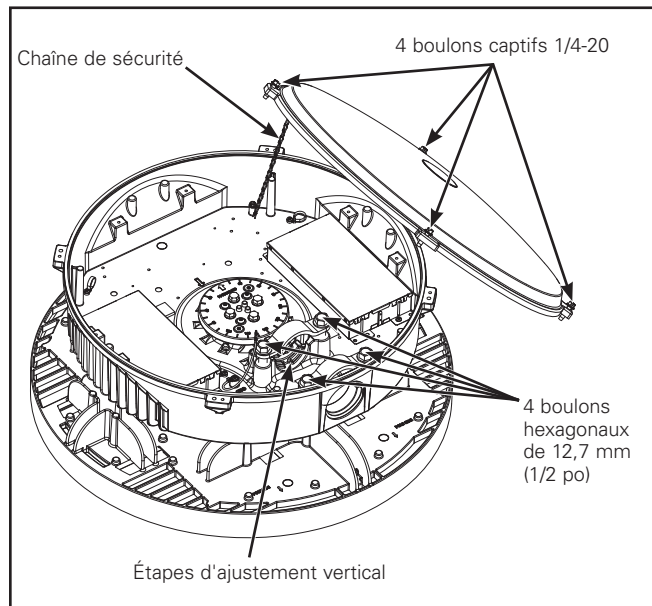

Figure 1.
2. Desserrez les vis hexagonales 1/4-20 pour retirer le couvercle du boîtier d'alimentation à l'aide de la clé à douille de 9,5 mm (3/8 po). (Figure 1.)